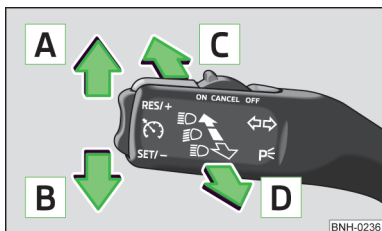

Abb. 37
- Den Blinkerhebel (» Abb. 37 auf Seite 58) zum Lenkrad ziehen, nach unten schieben und in dieser Stellung halten.
- Den Blinkerhebel (» Abb. 37 auf Seite 58) zum Lenkrad ziehen, nach oben schieben und in dieser Stellung halten.